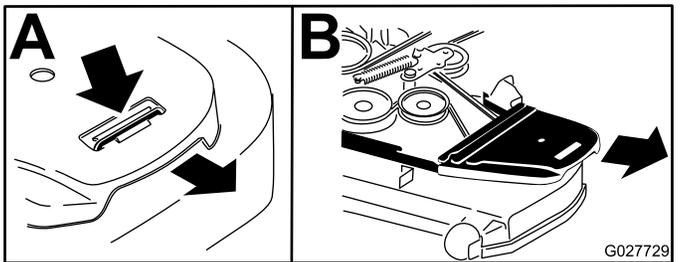

Рисунок 90
6. Снимите крышки ремней (Рисунок 90).